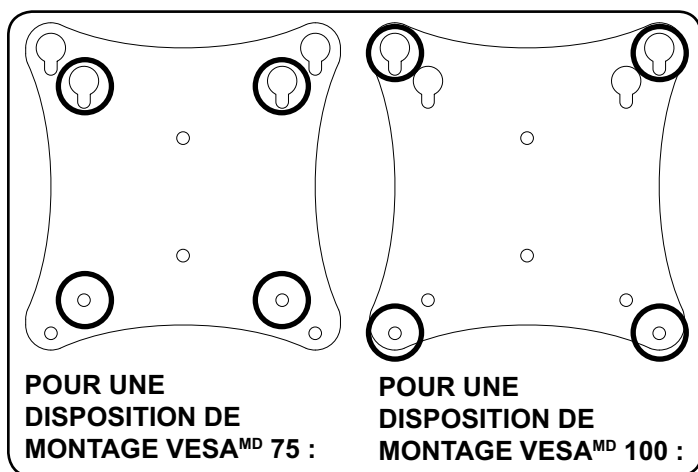

fig. 2.1
- 2** Insérez deux vis M4 x 12 mm (**D**) dans les trous supérieurs du moniteur, en laissant environ 6 mm (1/4 po) de filetage exposé. Accrochez les vis aux boutonnières de la plaque d'adaptation tel qu'indiqué sur les figures 2.1 et 2.2.